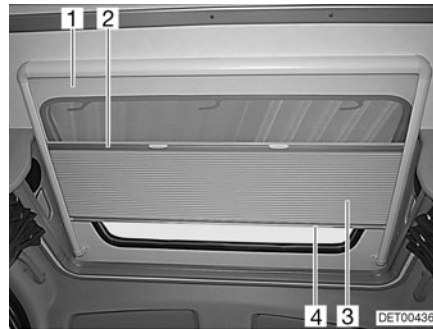

Fig. 48 Tragaluz
Estor plegable El estor plegable (Fig. 48,3) está unido fijamente con la protección contra insectos (Fig. 48,1).
- Coger el estor plegable por el centro de la tablilla final (Fig. 48,4) y tirar con cuidado hacia abajo.
- Regresar el estor plegable lentamente a su posición por la tablilla final (Fig. 48,4).
- Detener el centro de la tablilla final (Fig. 48,2) de la protección contra insectos y tirar con cuidado completamente hacia abajo.
- Regresar la protección contra insectos lentamente a su posición por la tablilla final (Fig. 48,2).